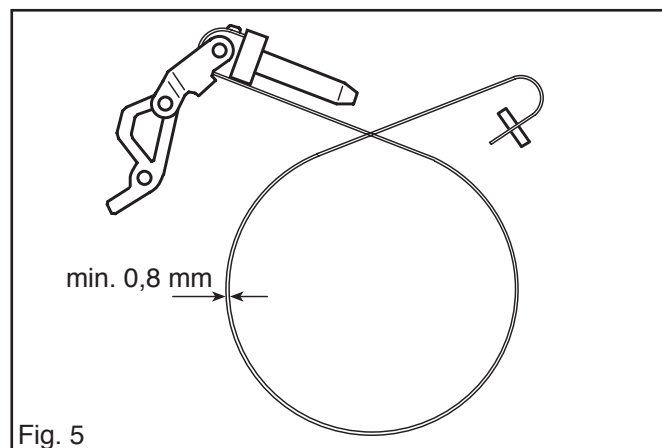

Fig. 5
Nettoyer et contrôler tous les éléments. L'épaisseur de la bande de frein ne doit, en aucun endroit, être inférieure à 0,8 mm. Voir fig. 5.
1. Visser ensemble l'articulation et la bande de frein. Voir fig. 5.